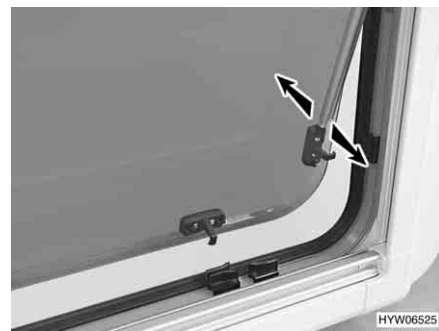

Fig. 56 Finestra apribile con deflettore automatico
- Aprire la finestra apribile fino al punto di arresto desiderato. Il deflettore automatico (Fig. 56) si innesta automaticamente in posizione.